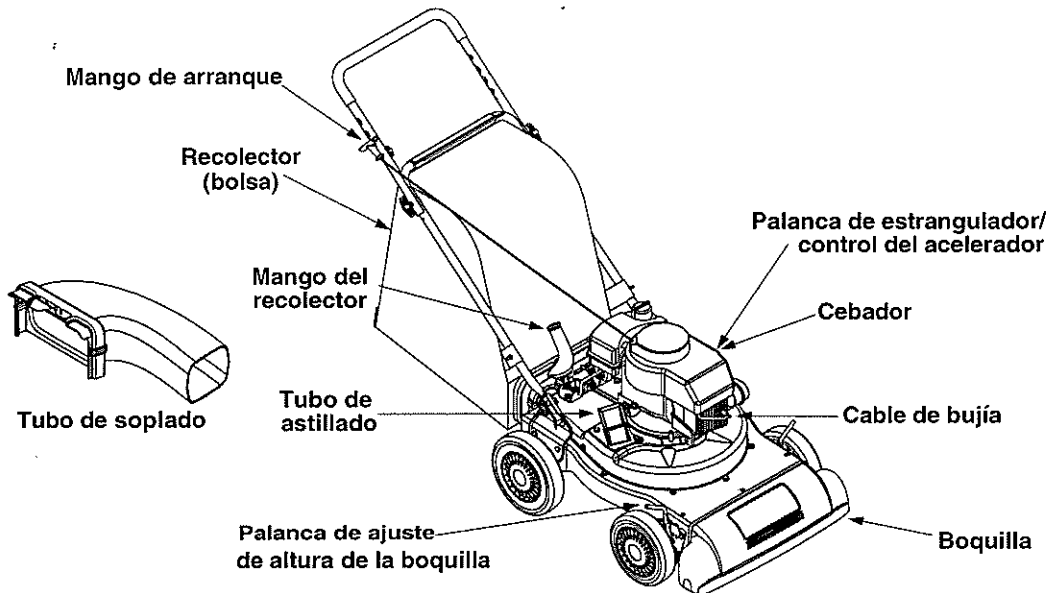

Figura 6
- **Palancas de ajuste de altura de la boquilla** - Lubricar estas palancas con aceite ligero. Ver la figura 6.